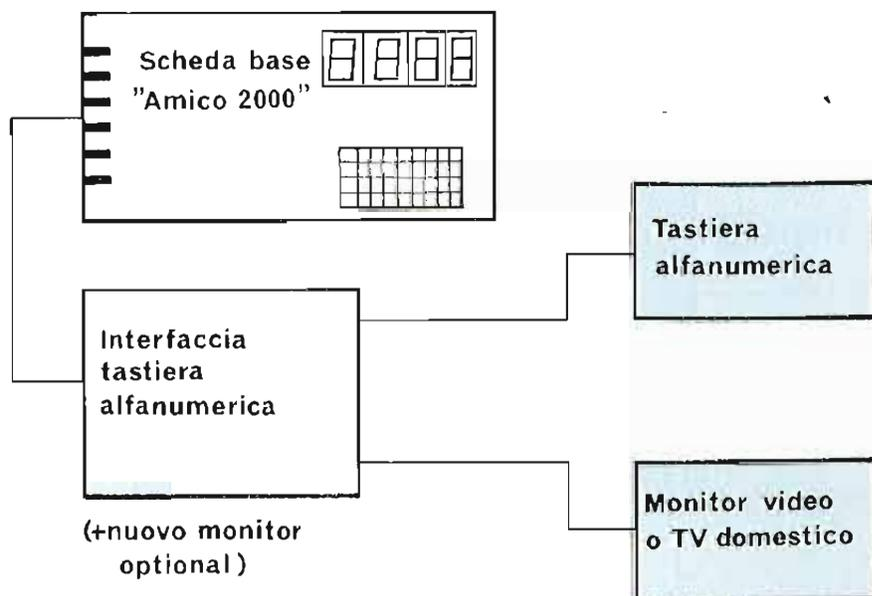

Fig. 1 - Schema a blocchi del sistema a microcomputer AMICO 2000 completo di interfaccia video, tastiera alfanumerica e video.
2) un'unità di visualizzazione TERMINALE VIDEO grazie alla quale si potranno scrivere sullo schermo di un comunissimo apparecchio televisivo domestico i caratteri che si vogliono o direttamente da tastiera oppure in esecuzione di istruzioni di un programma da noi scritto nella memoria del micro. In questo modo l'AMICO 2000 avrà una periferica che permette di classificarlo nell'ambito dei computer (vedi schema di fig. 1). Con questa unità si possono scrivere, nel corso di un programma, istruzioni atte a far comparire sullo schermo intere righe come risultato di una certa elaborazione;